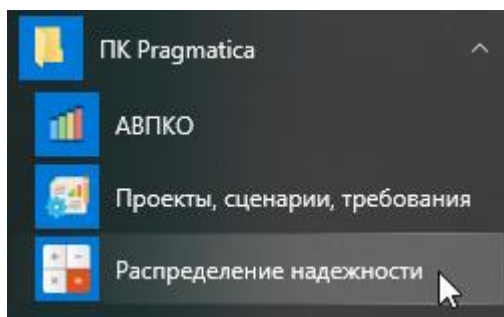

Рисунок 1 – Пункты меню для запуска ПК Pragmatica в меню «Пуск» ОС Microsoft Windows
1) В меню «Пуск» ОС Microsoft Windows в папке «ПК Pragmatica» выбрать, например, пункт «Распределение надежности» (рисунок 1), или запустить исполняемый файл «DependabilityAllocation» из папки установки ПК Pragmatica (ОС Microsoft Windows, ОС Astra Linux).
- 1) В меню «Пуск» ОС Microsoft Windows в папке «ПК Pragmatica» выбрать, например, пункт «Распределение надежности» (рисунок 1).